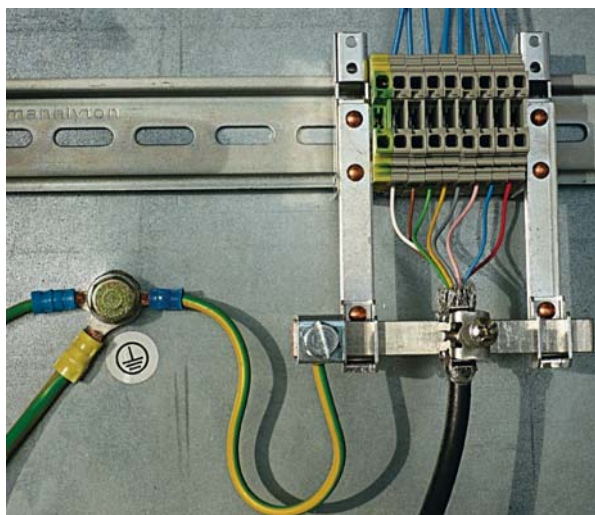

Figure 7.2 : Branchement du blindage des câbles dans l'armoire électrique
- ↪ Serrez le blindage à plat sur FE dans l'armoire électrique (voir figure 7.2).